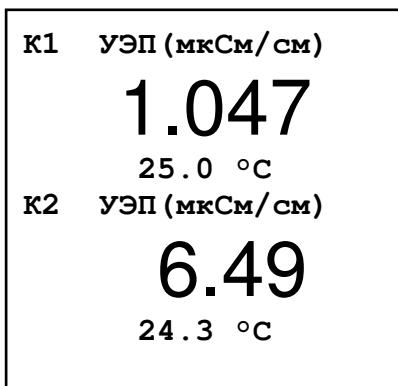

Рисунок 6 - Измерения по двум каналам
- «**1-й и 2-й канал**» – задаётся отображение измеренных значений по первому и второму каналу (смотри рисунок 6);